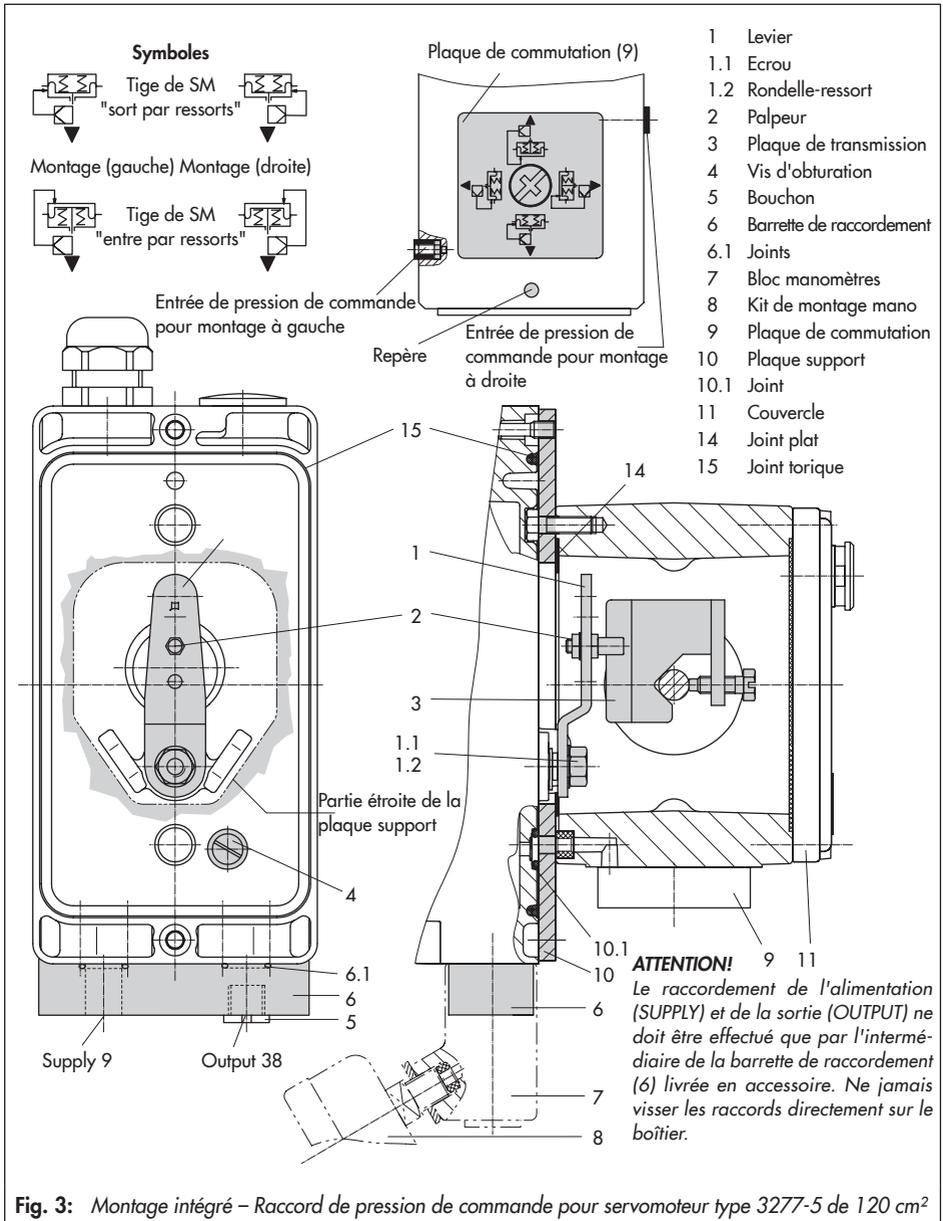

Fig. 3: Montage intégré – Raccord de pression de commande pour servomoteur type 3277-5 de 120 cm²
1. Monter la barrette de raccordement (6) ou le bloc manomètres (7) sur le positionneur. S'assurer que les deux joints (6.1) sont bien positionnés.
2. Dévisser la vis d'obturation (4) sur le positionneur et obturer la sortie "OUTPUT 38" de la barrette de raccordement (6) ou du bloc manomètres (7) avec le bouchon (5) livré en accessoire.
3. Placer la plaque de transmission (3) sur la tige de servomoteur en vérifiant que la vis de fixation est bien placée dans la rainure circulaire de la tige de servomoteur.
4. Fixer la plaque support (10) sur le servomoteur de telle sorte que la partie étroite de la découpe (Fig. 3 à gauche) soit dans la direction des raccords pneumati-